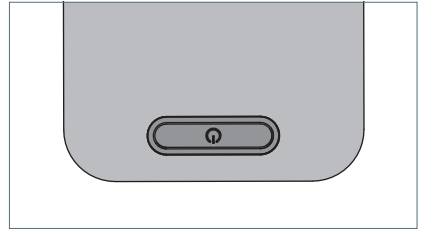

Fig. 5: Taste.
- ▶ Drücken Sie die Taste, siehe Fig. 5.
- ▶ Drücken Sie die Taste und halten Sie diese Taste gedrückt, siehe Fig. 5.